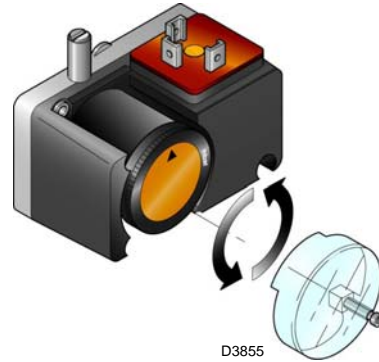

Fig. 32
- Regolare il pressostato gas di minima (Fig. 32 a pag. 30) ad inizio scala.
Eseguire la regolazione del pressostato gas di minima (Fig. 32) dopo aver effettuato tutte le altre regolazioni del bruciatore con il pressostato regolato a inizio scala.